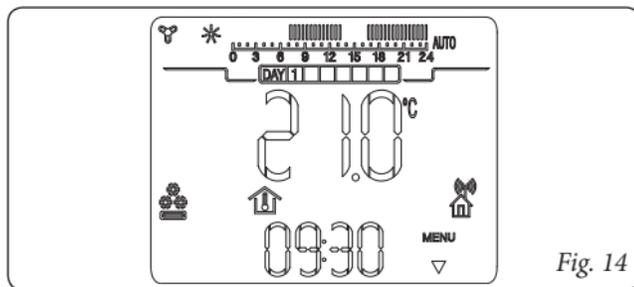

Fig. 14
- **Modalità controllo chiller** (❄️). E' possibile abilitare il CRONO 7 al controllo di un chiller per il raffreddamento di ambienti (per l'abilitazione di questa funzione vedere paragr. 9.3). In modalità "raffreddamento" il CRONO 7 può funzionare in modo automatico o manuale per la descrizione del funzionamento vedi capitolo 6. Sul display viene visualizzato il giorno e l'ora corrente, la temperatura ambiente e la barra oraria con la programmazione giornaliera del timer raffreddamento unitamente ai relativi simboli (fig. 14).